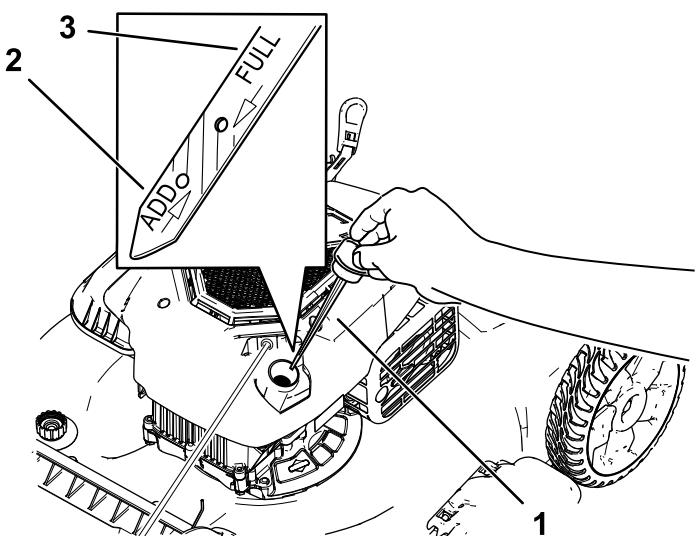

図 26
3. キャップを左に回してディップスティックを抜き取る図 26。
10. ディップスティックの目印で油量を点検する図 26。